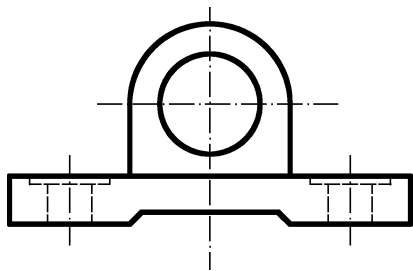

图 5-82 绘制零件图
6) 利用基本绘图命令和编辑命令，绘制零件图，如图 5-82 所示。